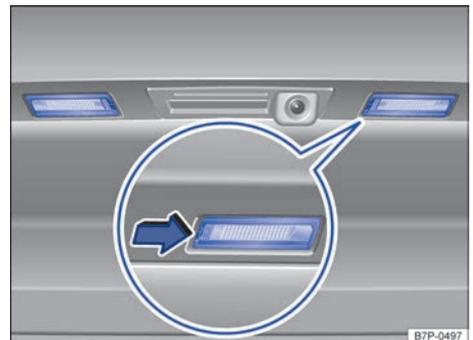

Fig. 285 En el portón del maletero: luz de matrícula.
2. Presione con la punta plana del destornillador de las herramientas de a bordo en el baje de la luz de matrícula, en el sentido de la flecha → fig. 285.